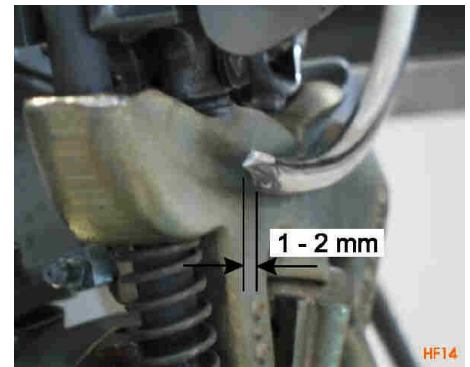

Abb. HF14
10. Drehen Sie die Mittelwelle mittels Handrad soweit, bis die Hohl­nadel neben dem Knüpf­erbock steht (siehe Abb. HF14).
11. Richten Sie die Hohl­nadel so aus, dass der Abstand zum Knüpf­erbock maximal 1 - 2 mm beträgt (siehe Abb. HF14).